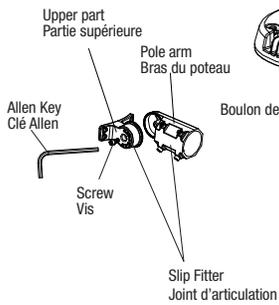

Fig. 6
1. Unscrew the slip fitter from the lower part (pole arm) using an Allen Key (Fig.6).
1. Dévisser la partie supérieure du joint d'articulation de la partie inférieure (bras du poteau) à l'aide d'une clé Allen (Fig.6).